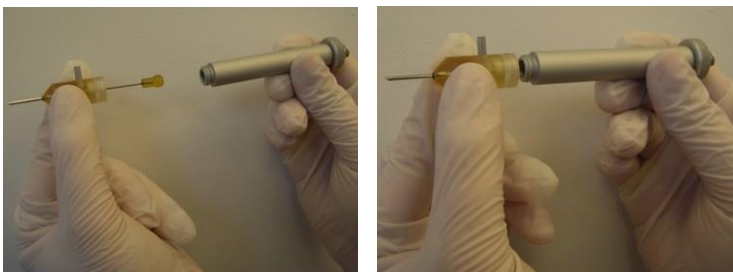

Figure 3-79. Raccordement de la tête au corps de la pièce à main
3. Raccordez la tête de l'implanteur au corps de la pièce à main, comme illustré à la Figure 3-79.